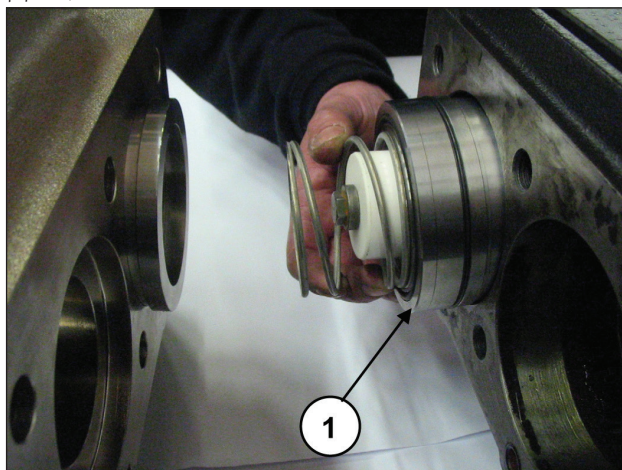

图159
通过转动轴，使活塞导承向前移动，从而使缓冲垫向前移动，挤出密封圈底座、弹簧和整个活塞组件（部件号①，图159）。